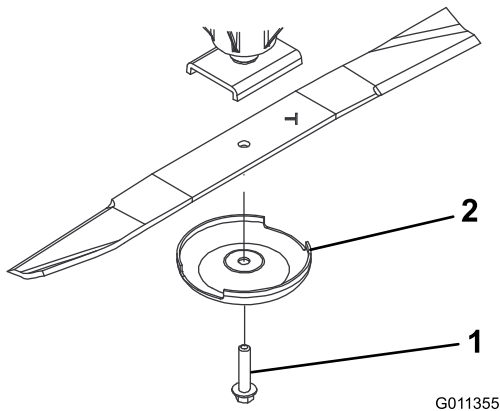

Bild 14
2. Halten Sie das Ende des Messers mit einem stark wattierten Handschuh oder wickeln Sie einen Lappen um es herum. Entfernen Sie die Messerschraube, die Antiskalpierschale und das Messer von der Spindelwelle (Bild 14).
3. Setzen Sie das Messer (der Flügel sollte zum Mähwerk zeigen) mit der Antiskalpierschale und der Messerschraube ein (Bild 14). Ziehen Sie die Messerschraube mit 115 bis 149 Nm an.